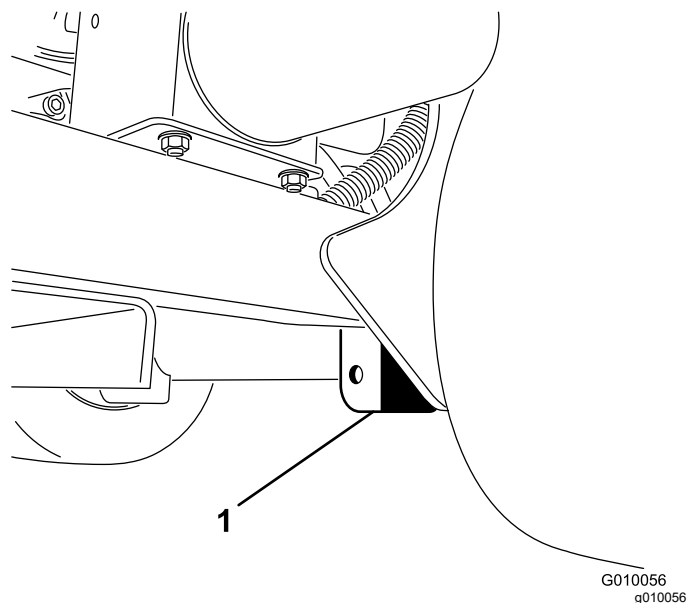

Рисунок 39
3. Надежно разместите домкрат под плитой рамы сразу за задним колесом (Рисунок 39).